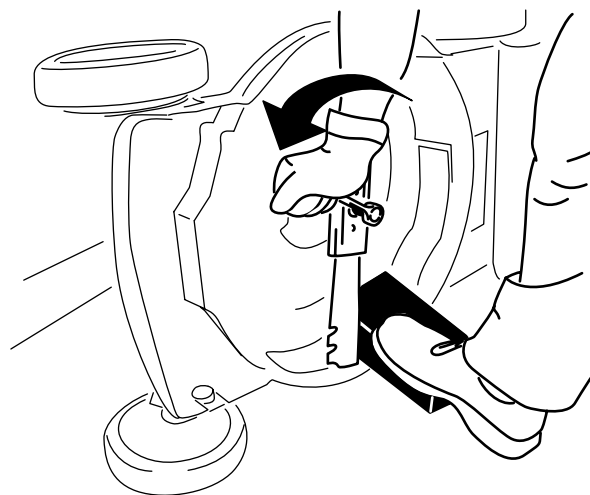

Figura 24
3. Usate un blocco di legno per tenere ferma la lama (Figura 24).
4. Togliete la lama e conservate la bulloneria di montaggio (Figura 24).